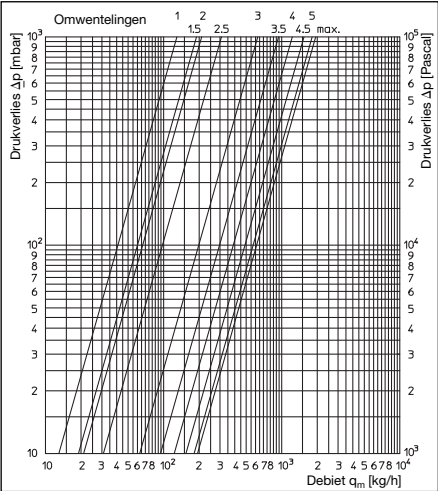

Afbeelding. 7.1: Instellen van de regelbinnenwerken
7.2. Instelling van de regelbinnenwerken (afbeelding 7.1)